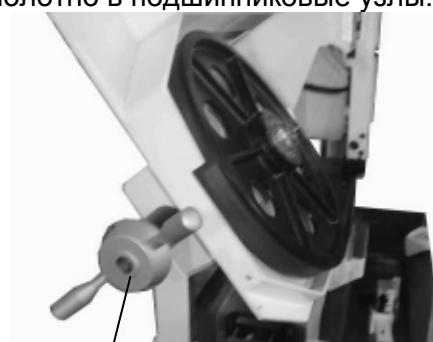

Рис.16 F
2. Сдвиньте левую направляющую (E) вправо.
3. Отключите станок от сети питания. Ослабьте винты фиксации крышки (A) и поднимите крышки (B). Снимите защиту полотна (C) и (D), удалите стружку и грязь.
4. Ослабьте натяжение полотна, поворачивая маховик (F), Рис.16, против часовой стрелки.
5. Снимите полотно с обоих шкивов и из подшипниковых узлов (направляющих). Сначала снимайте полотно со стороны (B), затем со стороны (A).